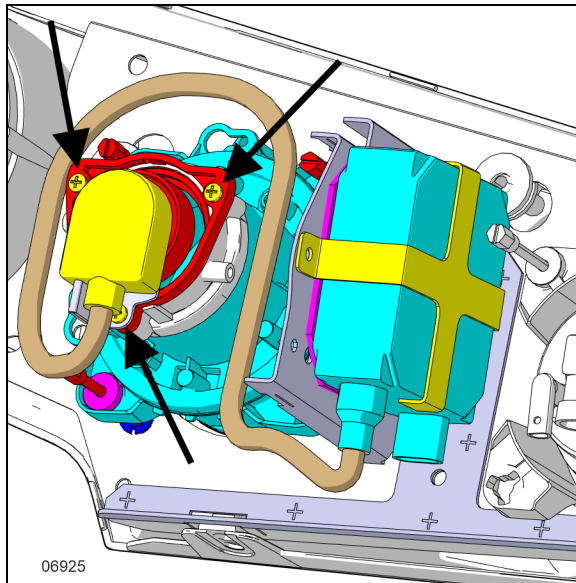

FIGURE 91: PROJECTEUR AU XÉNON
4. Dévisser les trois vis (Figure 91) et retirer le dispositif de retenue et l'ampoule.